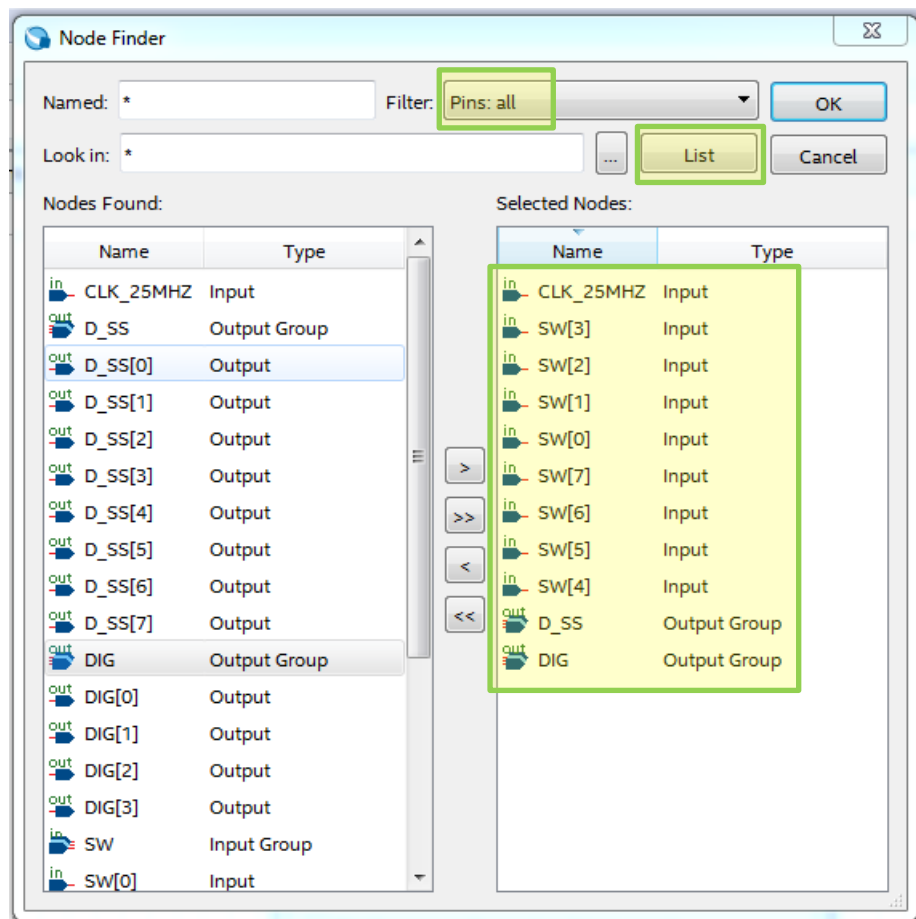

Рис.34 Выбор сигналов для симуляции
8.5. Задайте в колонке **Name** редактора эпюр имена выводов и сигналов проекта. Для этого выполните: **Edit => Insert-> Insert Node or Bus** (или в поле колонки «**Name**», кликните ПКМ и выберите из выпадающего списка «**Insert Node or Bus**»). В появившемся окошке выберите «**Node Finder...**». Далее в появившемся окошке **Node Finder** (рис. 34) в окошке **Filter** выберите «**Pins: all**», нажмите «**List**».